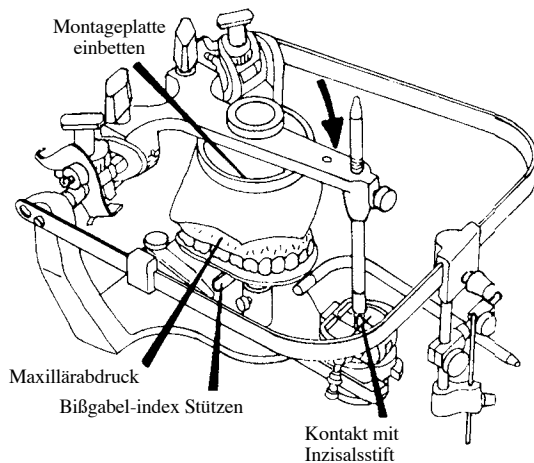

Abbildung 16
16. Den Maxillärabdruck im Okklusal-Index der Bißgabel einsetzen und zementieren (siehe Abbildung 16).